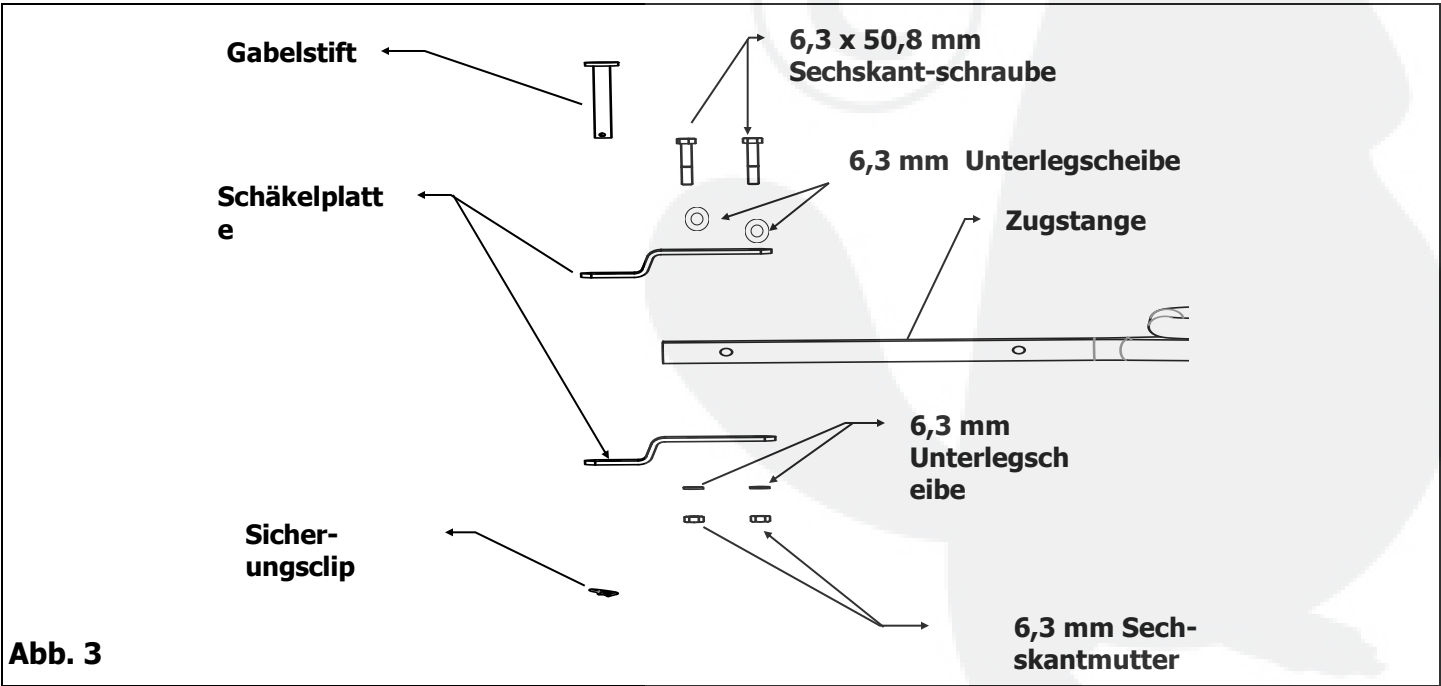

Abb. 3
3. Fügen Sie zwei Schäkkelplatten, zwei 7,9 x 50,8 mm Sechskantschrauben, zwei 7,9 mm Unterlegscheiben, zwei 7,9 mm selbstsichernde Muttern, einen 12,7 x 88,9 Gabelstift und einen Sicherheitsclip Nr. 14 zusammen. Stecken Sie die 7,9 x 50,8 mm Sechskantschrauben in eine Seite der ersten Schäkkelplatte über der ersten Schraube am Zugrohr. Stecken Sie dann die Schrauben durch die Löcher in der zweiten Schäkkelplatte; legen Sie eine 7,9 mm Unterlegscheibe auf jede Schraube und sichern Sie sie mit einer 7,9 mm selbstsichernden Mutter. Stecken Sie den 12,7 x 88,9 mm Gabelstift durch das erste große Loch in der Schäkkelplatte und sichern Sie ihn mit dem Sicherheitsclip Nr. 14. Siehe Abbildung 3.